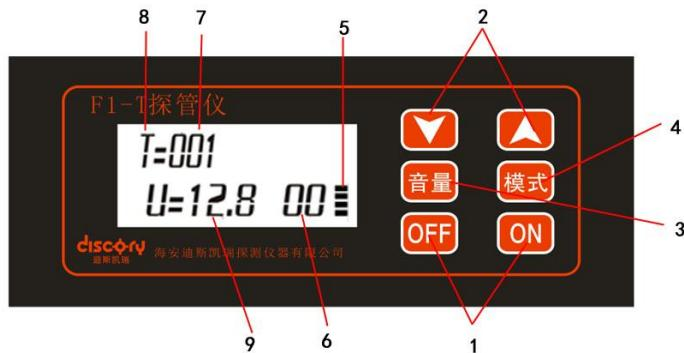

图 2 探管仪面板示意图
2、探管仪：探管仪和探杆配合使用，用于探测管道的位置、走向、深度。其功能示意如图 2 所示。